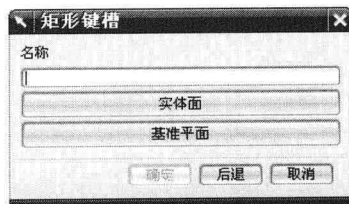
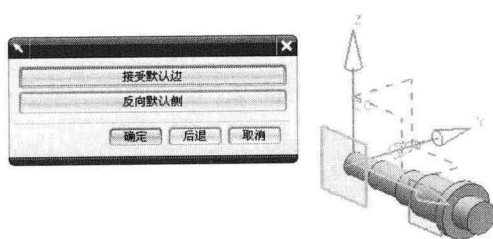

图 1-24 “矩形键槽”对话框
图 1-25 接受默认边设置
② 系统弹出如图 1-24 所示的对话框, 选择图 1-24 所示基准平面 1 为放置面, 并在随后系统弹出的对话框中, 单击“接受默认边”按钮, 如图 1-25 所示。